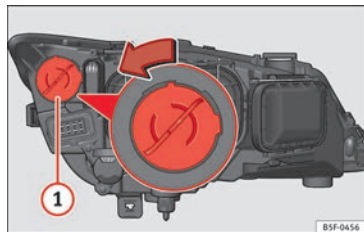

Fig. 104 Ampoule des feux de jour.
- Tournez le support d'ampoule » fig. 104 ① vers la gauche puis tirez.